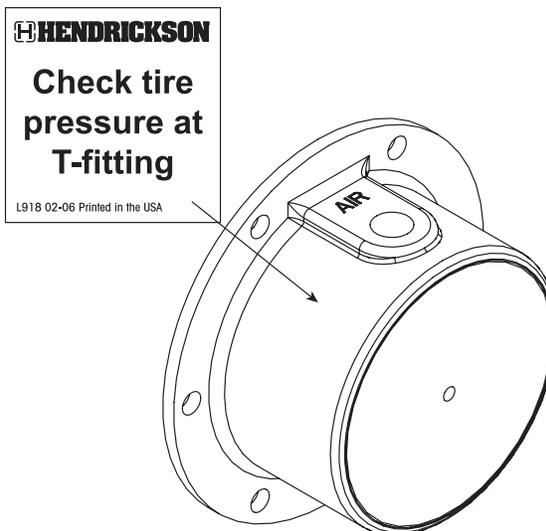

Figura 25a. Posición recomendada del montaje de la calcomanía
2. Si la calcamonía L918 se incluye en el paquete de literatura, instálela en la tapa de la maza como se muestra en la figura 25a.